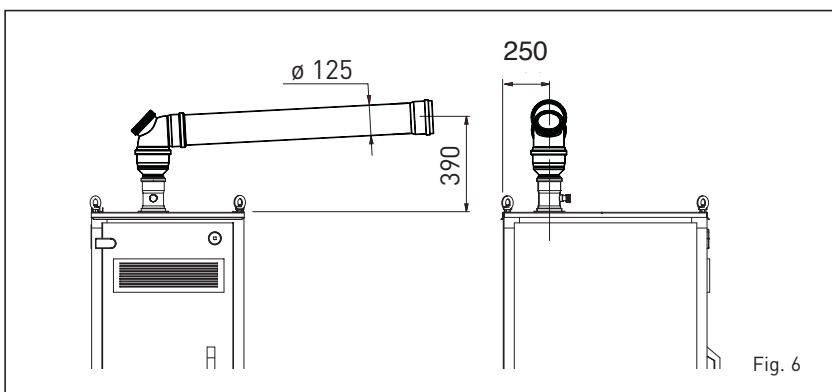

Fig. 6
2.7 KIT COLLETTORE FUMI PER INSTALLAZIONI INTERNE (fig. 6)
Per questa tipologia di installazione far riferimento alla fig. 6.